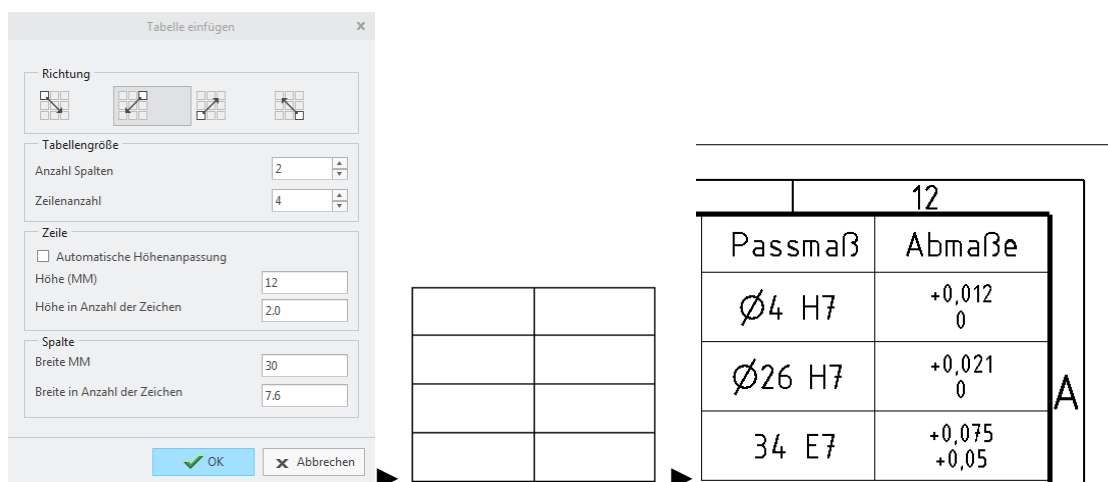

Abb. 17 Tabellenkonfiguration
► :Tabelle: ►  ► Tabelle einfügen... ► Richtung  ► Tabellen-, Zeilen-, und Spaltengröße entsprechend Abb. 17 konfigurieren ► OK ► Tabelle mit [LMT] ablegen